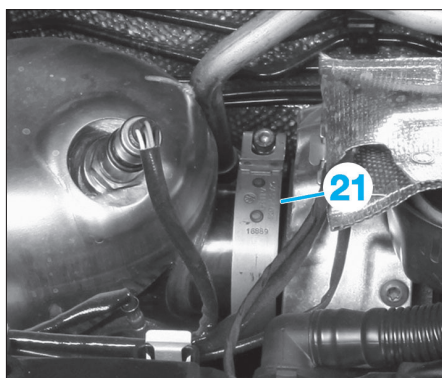

FIG. 148
- le collier de serrage (21) (Fig.148),